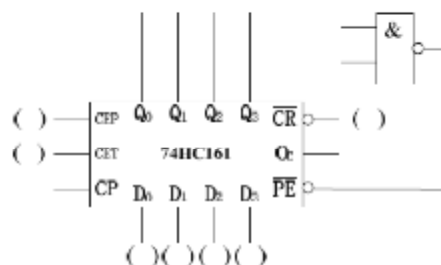

图 6-2
- (2) 不增加其他电路元件，直接在图 6-2 电路上完成电路连线，并在括号中标注高、低电平，完成 0,1,2,3,0,1,2,3……的循环计数。（可用 0, 1 分别标注低电平和高电平）
- (3) 若需要实现 0,1,2,3,0,1,……10,0,1,2,3,0,1,……10……的循环计数，应如何设计电路？请简要阐述设计思路。（如果必要,可用电路框图辅助说明设计原理，不需要画出详细电路实现）